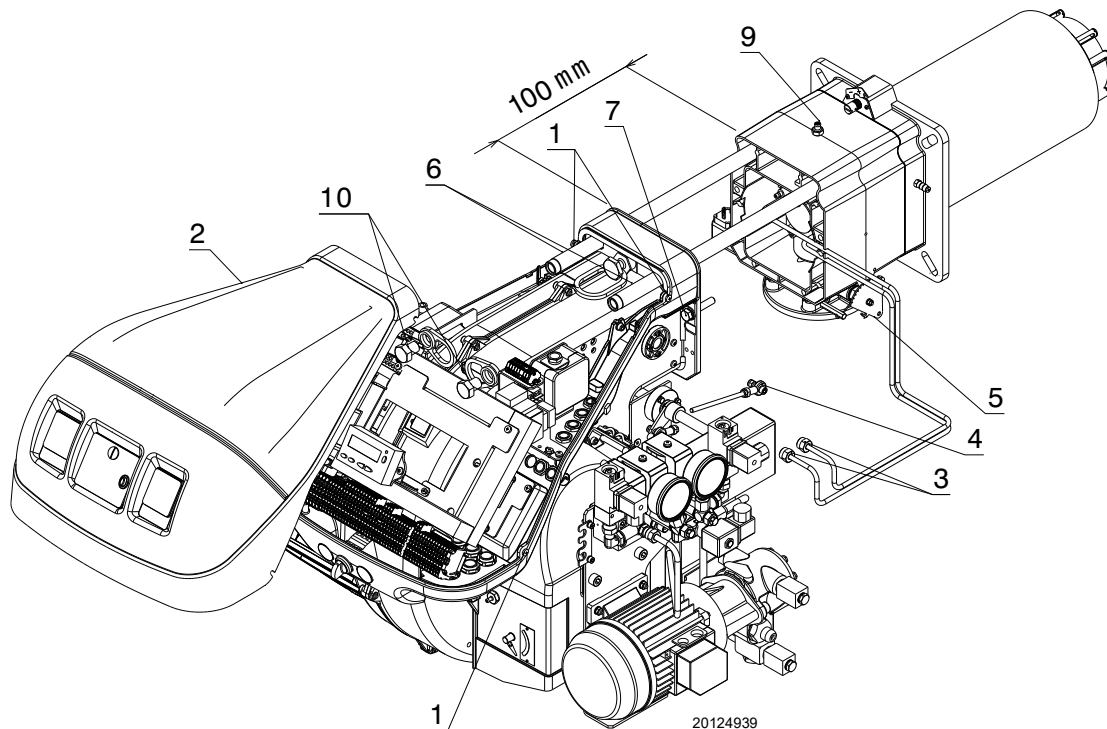

Abb. 52
- Lösen Sie die 4 Schrauben 1)(Abb. 52) und entfernen Sie die Verkleidung 2).
- Bauen Sie die beiden Verlängerungen aus den Gleitschienen aus 6)(Abb. 52).